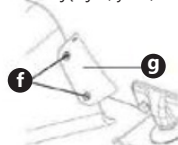

Rys. 7
- Aby zdjąć nóż, poluzować 3 śruby nastawcze (e) przy pomocy odpowiedniego śrubokręta (rys.7), odwieść ostrożnie nóż.